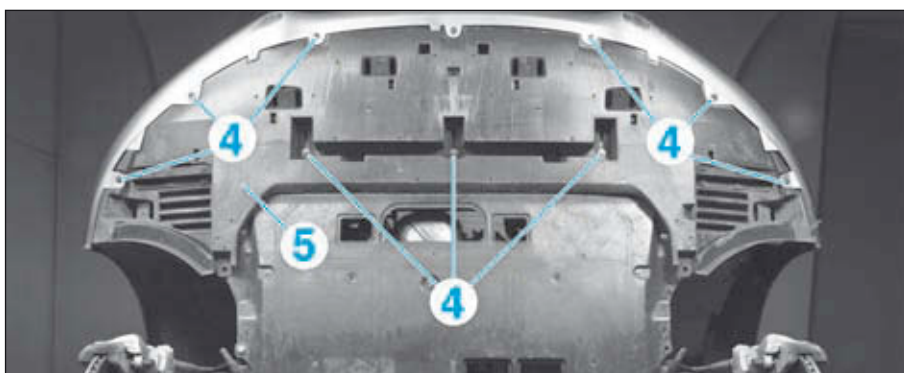

FIG.87
- Déposer (Fig.87) :
- les vis (4),
- le carter de protection (5).